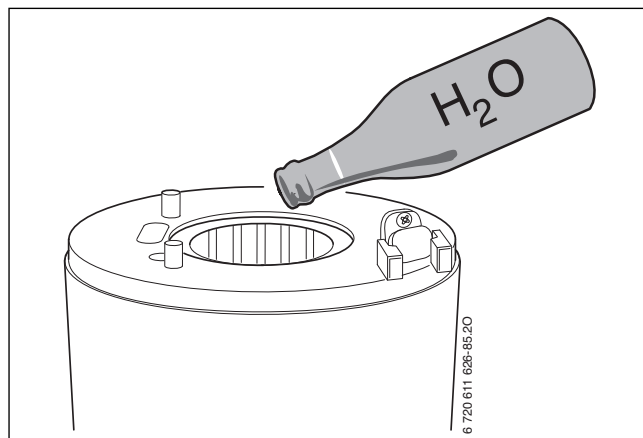

Fig. 46 Clătirea schimbatorului de căldură cu apă
- Demontarea dispozitivului de amestecare (→ Fig. 46).